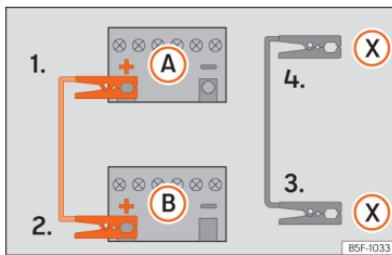

Fig. 192 Esquema de ligação para veículos com sistema Start/Stop.
Os cabos de arranque apenas se deverão ligar seguindo a ordem **1 > 2 > 3 > 4** » Fig. 192.
Nos veículos com sistema Start-Stop: ligue uma extremidade do cabo preto de emergência (X) a um terminal de massa adequado, a uma peça de metal maciça que esteja aparafusada ao bloco do motor ou ao próprio bloco do motor » Fig. 192.
- Ligue a outra extremidade do cabo preto de emergência (X), no veículo com a bateria descarregada, a uma peça de metal maciça que esteja aparafusada ao bloco do motor ou ao próprio bloco do motor, mas o mais afastado possível da bateria A.